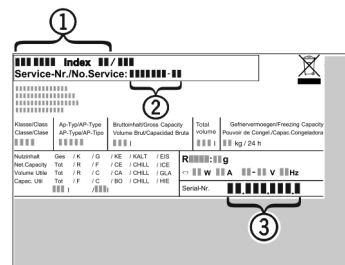

Fig. 11
- ▶ Lugege tüübisildilt seadme nimetus Fig. 11 (1), teenindusnr Fig. 11 (2) ja seerianr Fig. 11 (3). Tüübisildil asub seadme vasakul siseseinal.
- ▶ Teavitage klienditeenindust ja edastage viga, seadme nimetus Fig. 11 (1), teenindusnr Fig. 11 (2) ja seerianr Fig. 11 (3).